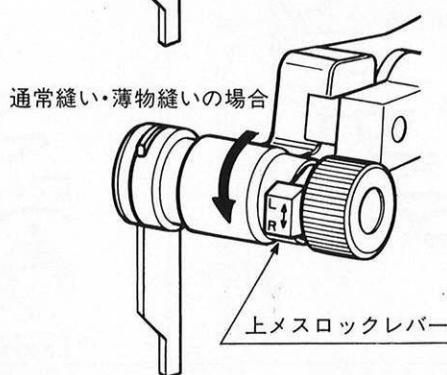

図45
- 通常縫いや、薄物縫いの場合、上メスロックレバーは下(Rの方向)に押し下げてご使用下さい。(図45)